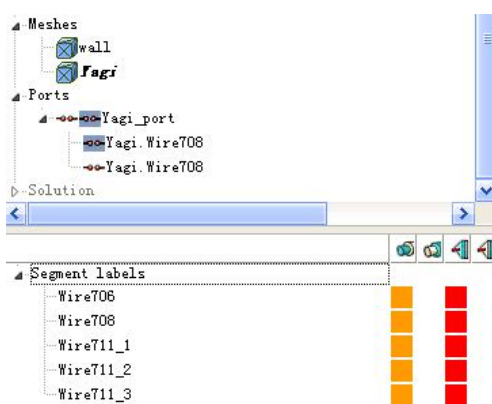
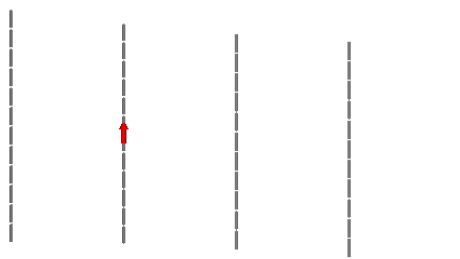

图 7-41 剖分情况
图 7-42 激励端口设置
(2) 剖分和端口设置, 如图 7-41 和图 7-42 所示。